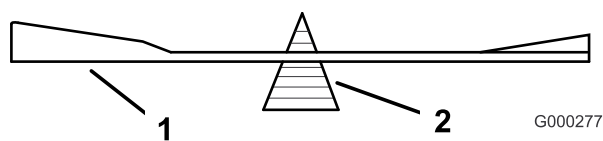
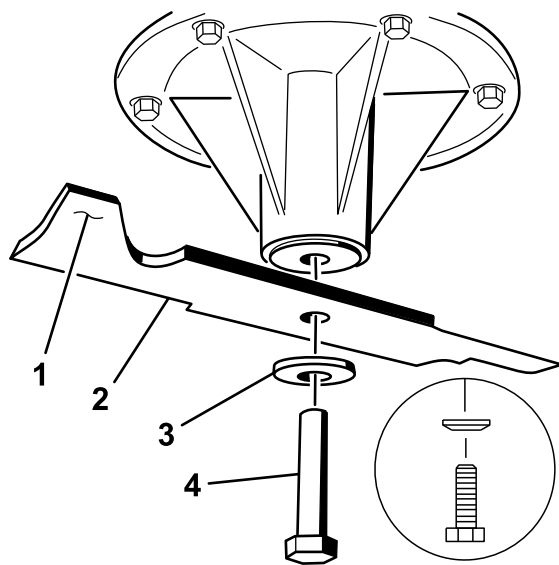

Figura 90
Figura 91
2. Togliete il bullone, la rondella curva e la lama dall'asse del fusello (Figura 91).
2. Controllate l'equilibrio della lama posizionandola su un bilanciatore (Figura 90). Se la lama rimane in posizione orizzontale, è bilanciata e può essere utilizzata. Se la lama non è bilanciata, limate del metallo soltanto dalla costa (Figura 91). Ripetete la procedura finché la lama non è perfettamente bilanciata.
1. Montate la lama sull'asse del fusello (Figura 91).
2. Montate la rondella curva e il bullone della lama. La parte sporgente della rondella curva deve essere rivolta in verso la testa del bullone (Figura 91). Serrate il bullone della lama a 115–150 Nm.